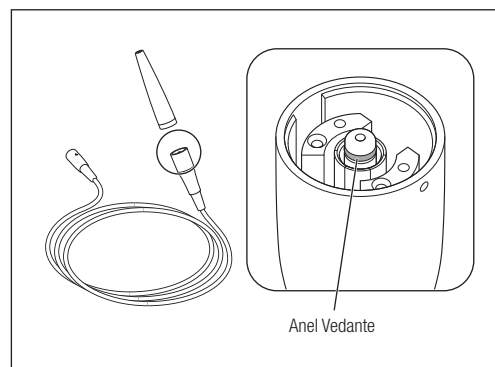

Fig. 43
- 2) Retire o anel vedante a substituir utilizando uma agulha, etc (Fig. 43).